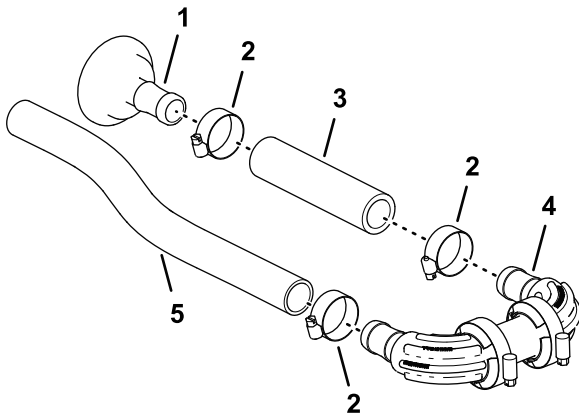

图 90
1. 用软管夹 $\frac{3}{4}$ 1 $\frac{1}{2}$ 英寸将软管1 x $\frac{3}{4}$ 英寸安装到直通软管宝塔接头1 x 2 英寸上然后用手拧紧夹具图 90。
2. 如图 90 所示用软管夹将软管1 x 5 $\frac{3}{4}$ 英寸的另一端安装到歧管的宝塔接头上然后用手拧紧软管夹具。
3. 用软管夹将软管1 x 16 英寸安装到歧管的另一个宝塔接头上然后用手拧紧夹具图 90。